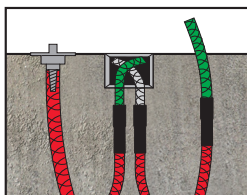

fig. 5
- Pour les opérations d'injection, la pompe d'injection est raccordée aux extrémités de ventilation du tuyau de raccordement en PVC qui se trouvent dans la boîte de jonction. (fig. 5, gauche)
- L'assemblage du SikaFuko® ECO-1 peut être injecté par le biais de ports ou de dispositifs d'injection (fig. 5, droite), ou par le biais des extrémités des tuyaux de raccordement en PVC qui sont prolongées jusqu'aux boîtes de jonction ou ailleurs à l'extérieur du béton. (fig. 5, gauche/centre)